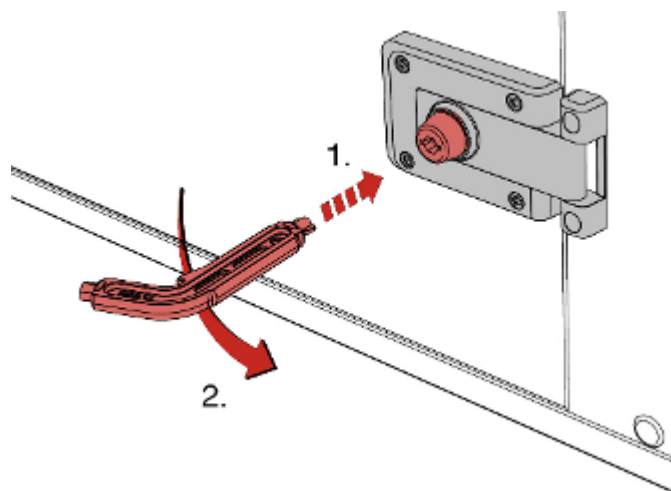

Fig. 50 : Ouverture de la serrure
- ▶ Tourner la clé ou le levier de commande à 90° dans le sens contraire des aiguilles d'une montre (Fig. 50).